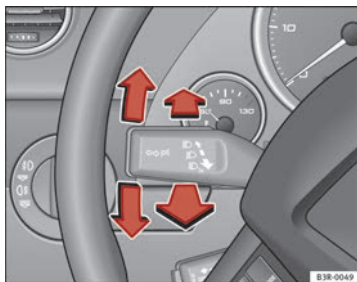

Abb. 93 Blinker- und Fernlichthebel
- Drücken Sie den Hebel bis zum Anschlag nach oben, um rechts zu blinken bzw. nach unten, um links zu blinken ⇒ **Abb. 93**.